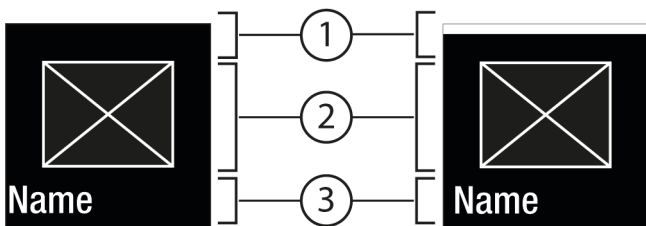

Fig. 6
- Налаштувати нове значення: Натиснувши Підтвердити Fig. 5 (2) вибрати деактивоване значення Fig. 6 (1).
- Назад в меню: Натиснувши Підтвердити Fig. 5 (2) вибрати вже активоване значення Fig. 6 (2).
- ▷ Статус: активовано Fig. 6 (1) з'являється скоро в підменю Fig. 7 (4).